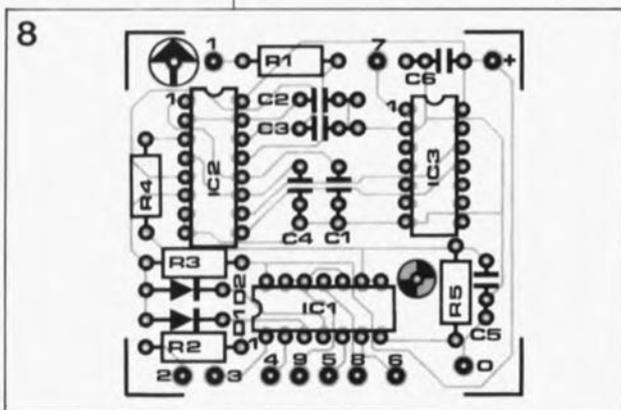

Figure 8. Représentation de la sérigraphie de l'implantation des composants d'une petite platine conçue pour une "résynchronisation" multi-mode.
- Réaliser le circuit d'extension de la figure 8.
- Identifier les connexions 1 à 9, + et masse (0) de la platine.
On utilisera le circuit imprimé représenté en **figure 8** pour la réalisation de cette extension multi-modes. Veillez à bien identifier les connexions câblées 1 à 7 pour vous